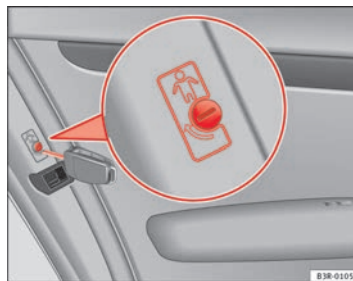

Fig. 77 Bloccaporte nelle porte posteriori
- Girare la chiave nella direzione della freccia ⇒ pag. 110, fig. 77.